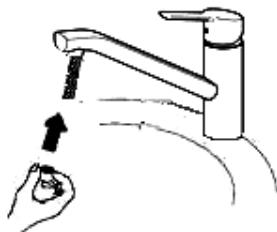

Rys.2.
- Należy zamontować zewnętrzne części w kolejności, podanej na rysunku (rys. 2).